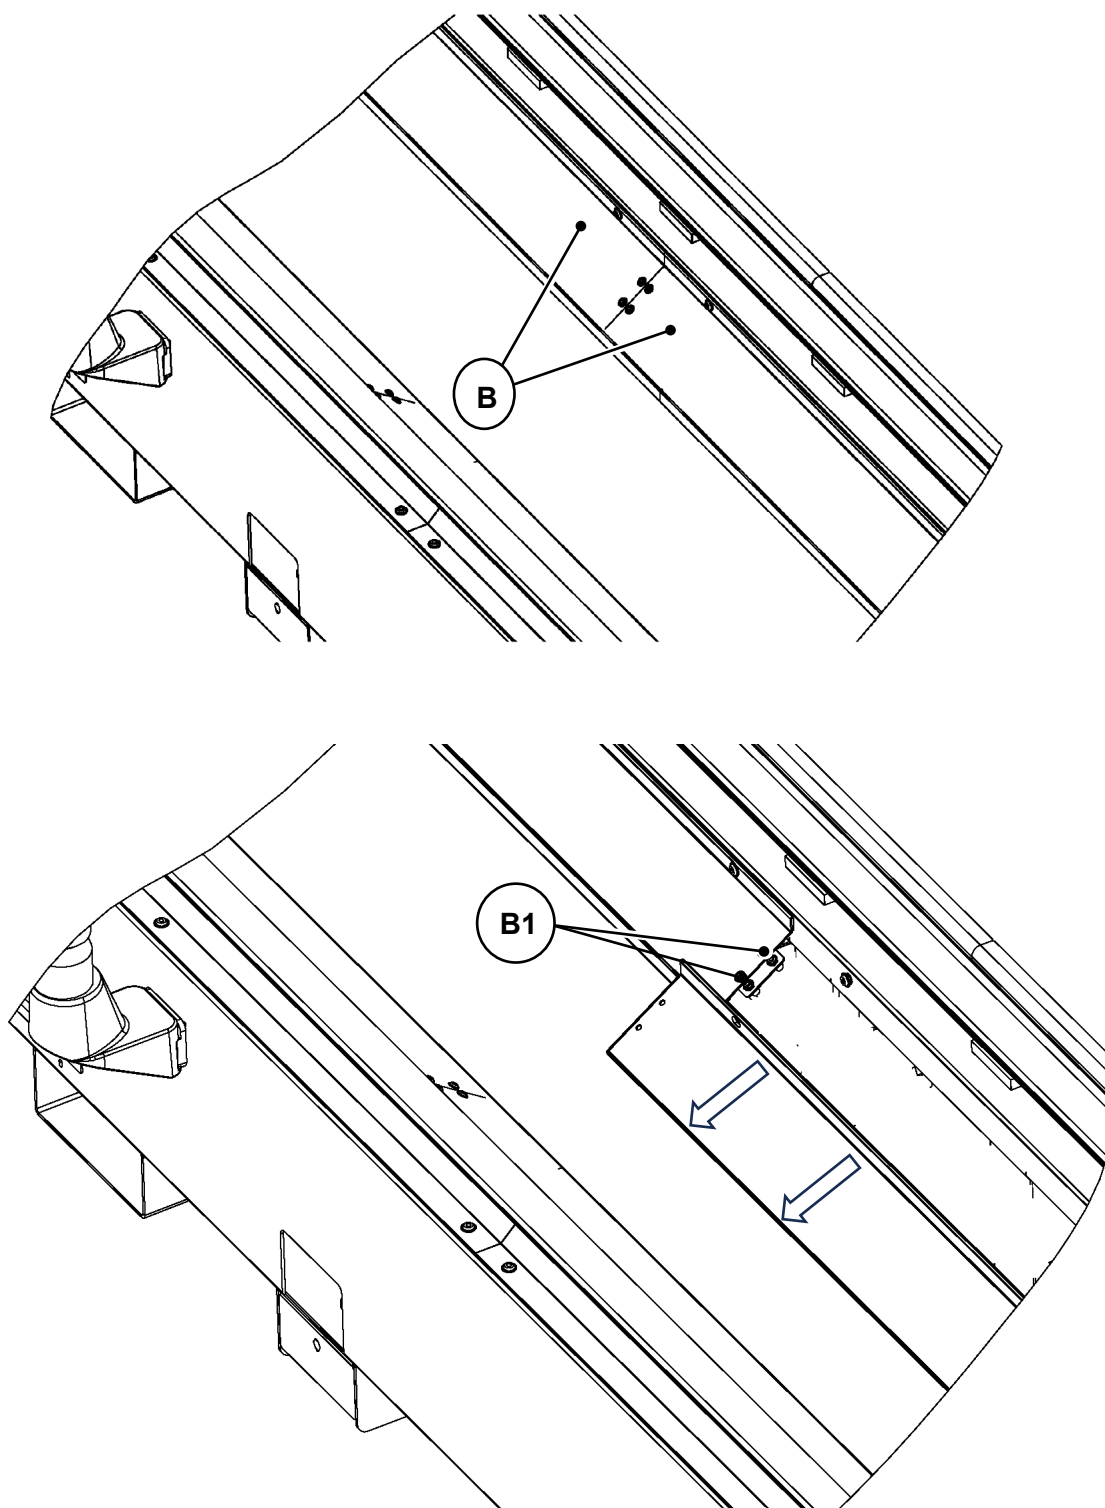

Fig. 09-19
- Remover as 4/6 chapas de fechamento superiores “B” (2/3 para cada lado), atuando nos respectivos parafusos de fixação “B1” (Fig. 09-19).